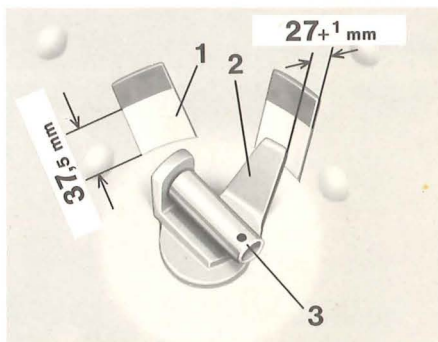

Fig. 8
7. Verificar la distancia entre el dedo agitador (Fig. 8/2) y la pared del embúdo! El dedo agitador debe estar paralelo a la pared del embúdo, con una distancia hacia ella de 27 (+1) mm (véase Fig. 8).
8. Si el esparcimiento de la máquina es más fuerte hacia un lado que al otro, ésto puede atribuir a la diferente dimensión de las aperturas de paso. Para comprobarlo, colóquese el perno de tope (Fig. 4/2) en los agujeros C 3 tanto de la plancha de unión, como de la caja de agujeros (Fig. 4/5). A continuación se apreta la palanca de cambio (Fig. 4/1) hacia abajo (Fig. 5/1) hasta que las correderas de paso se asienten en el perno de tope (Fig. 4/2) y se mide la altura de las aperturas de paso (Fig. 8/1) la que debe ser igual para las dos aperturas y tener 37,5 mm. ¡Después de haber aflojado los tornillos de fijación (Fig. 4/3) ajustar la placa de tope (Fig. 4/5) en tal forma, que la altura de las dos aperturas de paso sean iguales! ¡Apretar nuevamente los tornillos de sujeción!
3. Después de haber montado el cabezal agitador, debe prestarse especial atención, a que la distancia entre el dedo agitador y la pared del embudo, a medir desde el borde del filo soldado, no sea mayor de 27 (+1) mm (véase Fig. 8). ¡En caso dado rectificarlo! ¡Además el cabezal agitador no debe arrastrar sobre el fondo del embudo. Al tocar el fondo del embudo oprimir el mismo hacia abajo!